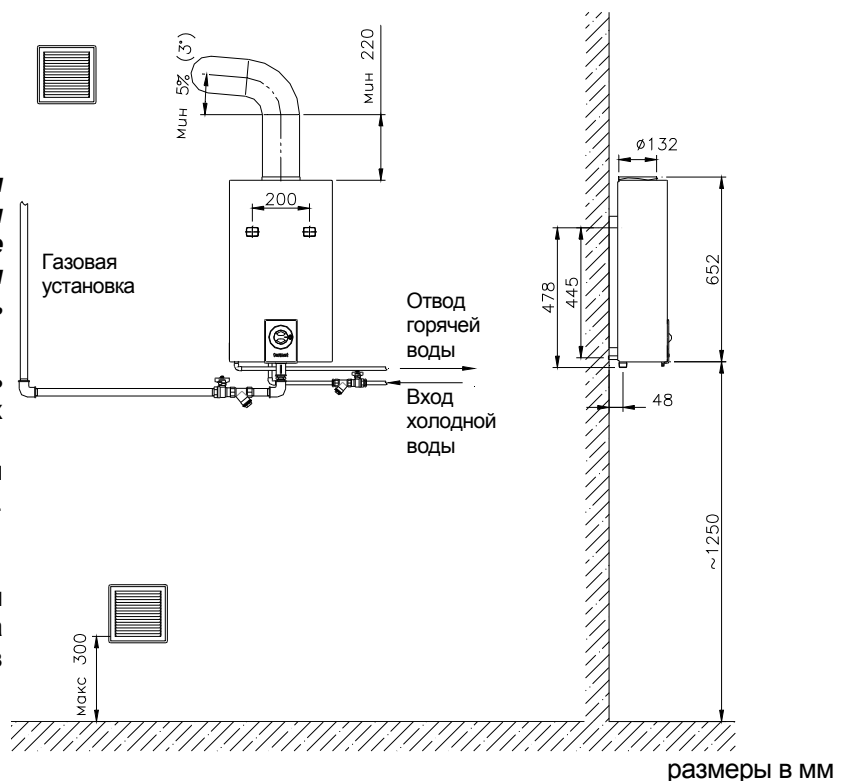

Рис. 3.1. Схема трубопроводов воды, газа и продуктов сгорания
Схема установки водяной, газовой и системы отводящей продукты сгорания указано на рис. 3.1.
- Подключение к дымоходу необходимо согласовать с соответствующими организациями трубочитса и должно соответствовать требованиям указанным на рис. 3.1.